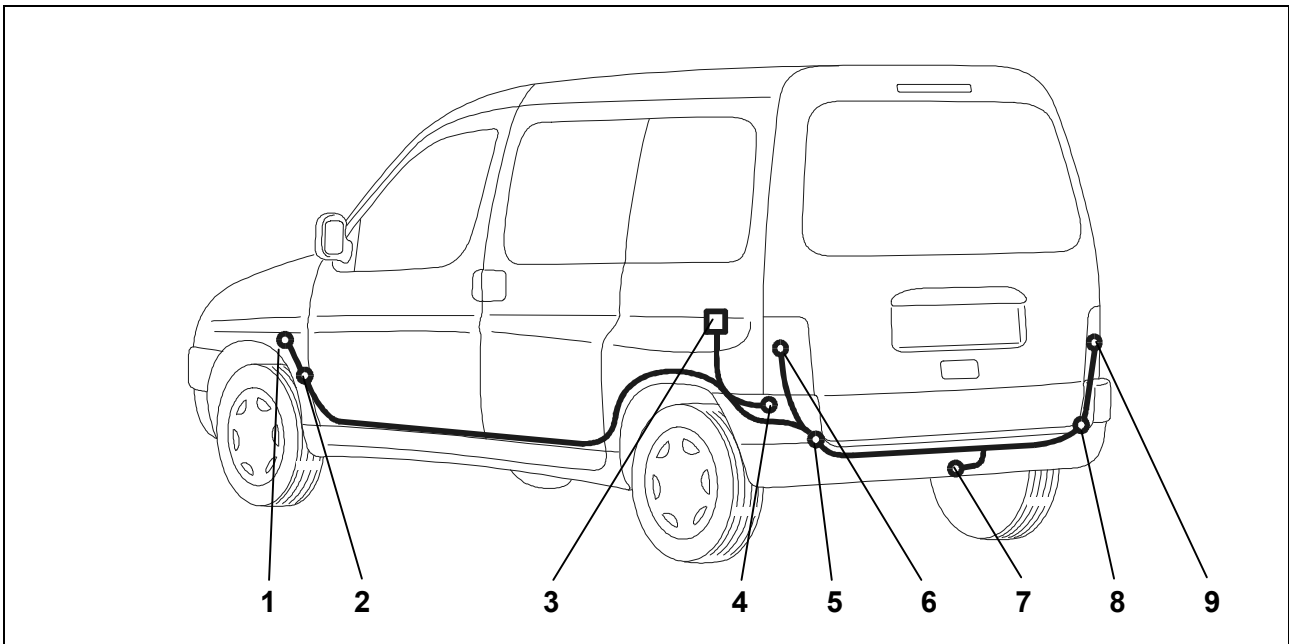

Fig. 1: Montageoverzicht
- Vanuit de kofferruimte door de kabeldoorvoer (fig. 1/5) onder het linker achterlampraam naar buiten.
- Daarna tot aan de stopcontactplaat (fig. 1/7).
5. De rubberbus in de kabeldoorvoer (fig. 1/5) plaatsen.
6. Het uiteinde van de leiding met de 4/2-polige stekker ver langs de dwarsligger door de kabeldoorvoer (fig. 1/8) onder het rechter achterlampraam in de kofferruimte leggen.
7. De rubberbus in de kabeldoorvoer (fig. 1/8) plaatsen.
9. De pakking van het stopcontact op de kabelbundel (fig. 1/7) schuiven.
10. De kabelbundel overeenkomstig het *aansluitschema stopcontact* op het huis van het stopcontact (fig. 1/7) aansluiten en de rubberen pakking tegen het stopcontact aanschuiven.
11. Het stopcontact op de montageplaat (fig. 1/7) vastschroeven met de bijliggende schroeven en moeren.
13. De stekker van het rechter en linker achterlicht (afb. 1/6+9) eraftrekken en met de passende contradelen van de kabelbundel verbinden. Stekkers moeten inklikken. De resterende stekkers weer monteren aan de achterlamp.
15. De aanhangermodule (fig. 1/3) in de linkerhoek van de kofferbak m.b.v. een klittenband bevestigen.
16. De bruine en bruin/witte leiding met het ringoog aan het massapunt van het voertuig (fig. 1/4) aansluiten.